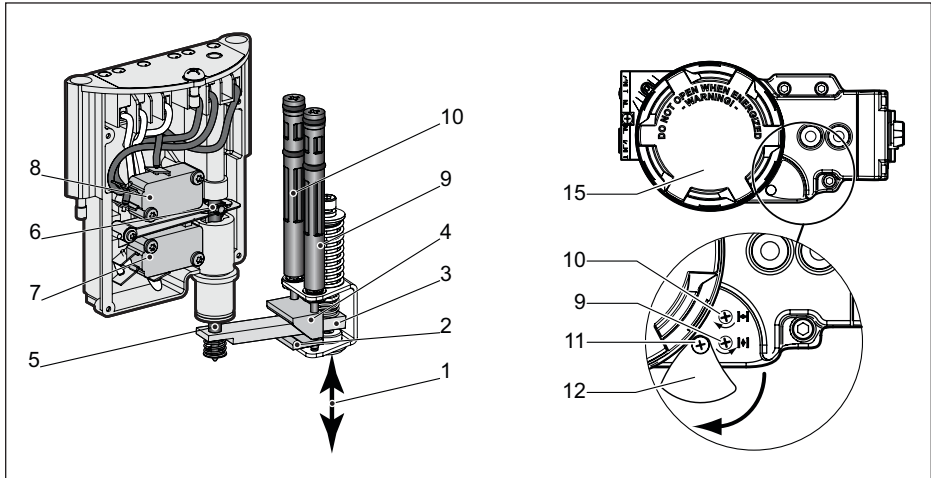

Fig. 5.2 Principes de fonctionnement du mécanisme d'actionnement des contacteurs
Le module de contrôle QC40 ASI est doté d'un système de réglage du point de commutation non intrusif. Les vis de réglage se trouvent derrière un blindage, à l'avant du module (voir Figure 5.2).
- Dans ce cas, la vis de réglage supérieure (voir Figure 5.2) permet définir le point de commutation de la position fermée et la vis de réglage inférieure de définir le point de commutation de la position ouverte.
5.1.5 Principes de fonctionnement du mécanisme d'actionnement des contacteurs (voir Figure 5.2)